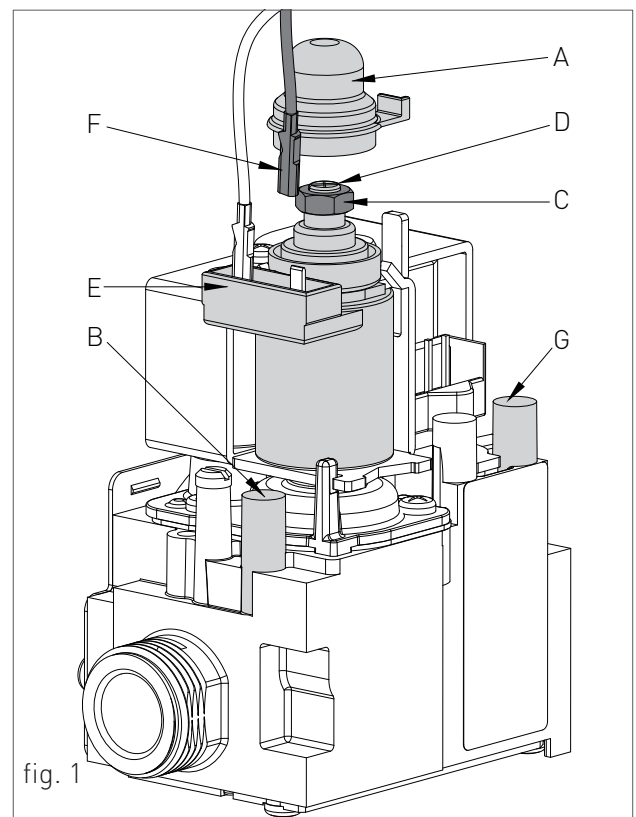

fig. 1
- > in caso contrario togliere il tappo 'A' (fig.1) e agire con una chiave aperta da 10 sul dado 'C' (fig.1) ruotandolo fino a che il manometro non segni la pressione corretta.
- > Togliere il tappo 'A' (fig.1) dal modulatore e controllare che il dado 'C' (fig.1) sia completamente avvitato.
- > scollegare uno dei due fastom 'F' (fig.1) di alimentazione sul modulatore 'E' (fig.1) e verificare che la pressione
- > in caso contrario, mantenendo bloccato il dado 'C' con una chiave aperta da 10, agire con un cacciavite a taglio sulla vite 'D' (fig.1) ruotandola fino a che il manometro non segni la pressione corretta.
- > ricollegare il fastom di alimentazione sul modulatore 'E' (fig.1) e rimontare il tappo 'A' (fig.1) sul modulatore nella posizione originale per il corretto funzionamento.